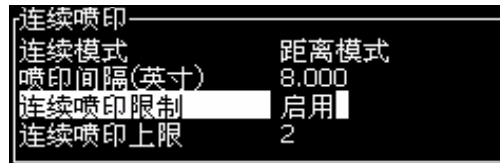

图 4-25: 连续喷印对话框
- 1 从 *Print Menu* (喷印菜单) 选择 *Continuous Print* (连续喷印)。即会出现 *Continuous Print* (连续喷印) 对话框 (图 4-25)。